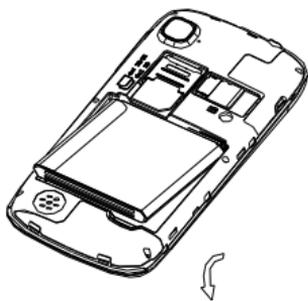

图 3
- ①按下图 3 将电池金属触点端对应机身的弹片并将电池的防呆凸台插入机身的方形槽，再按箭头方向将电池装到位；